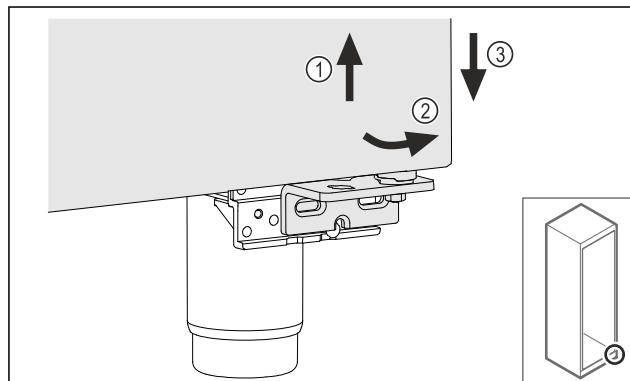

Fig. 19
- ▶ Немного приподнимите дверь Fig. 19 (1), наклоните снизу вперед Fig. 19 (2) и опустите Fig. 19 (3).